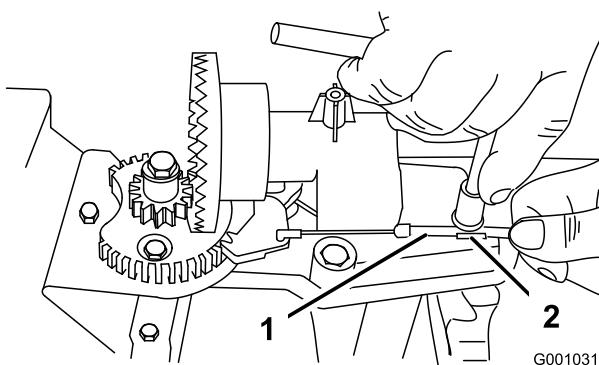
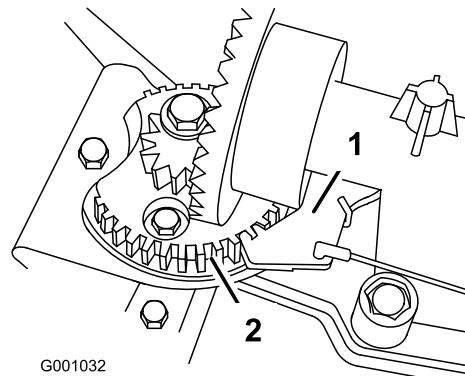

Рисунок 53
Рисунок 54
- Ослабьте затяжку болта на хомуте кабеля (Рисунок 53).
до тех пор, пока фиксатор желоба не войдет полностью в зацепление с зубчатой передачей редуктора (Рисунок 53 и Рисунок 54).
Примечание: Фиксатор подпружинен, и под действием пружины стремится войти в зацепление с шестерней редуктора (Рисунок 54).